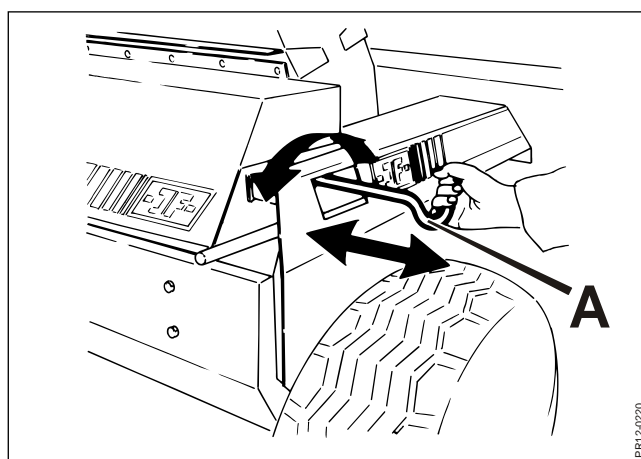

Fig. 4-16
- Fig. 4-16** 3. Slibestenen indstilles, så den står 2-3 mm fra knivene, ved at dreje håndtag A.